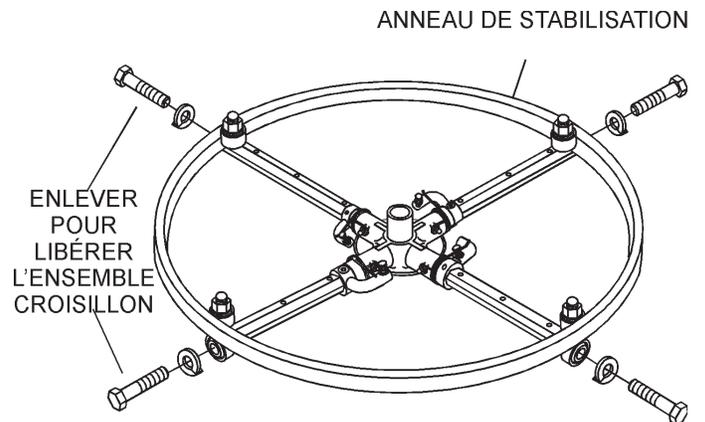

Figure 42. Anneau de stabilisation
- c. Si la truelle est équipé d'un anneau externe de stabilisation (Figure 42), enlevez les quatre boulons à l'extrémité de chaque bras de croisillon.